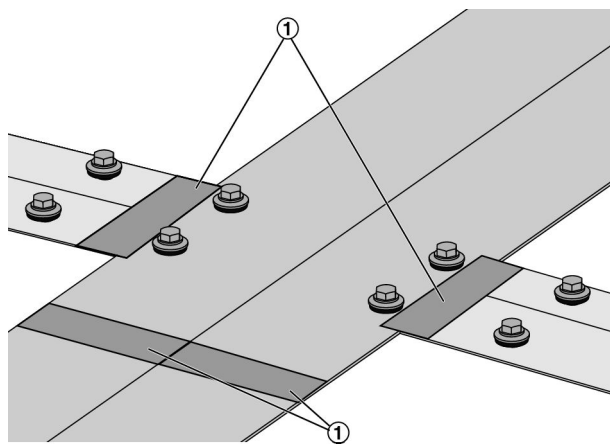

Abb. 19: Stoßstellen abdichten
- 2 ▶ Die Stoßstellen (Abb. 19 /1) der Abdeckschienen mit beiliegenden Aufklebern (100 x 40 mm) abdichten.